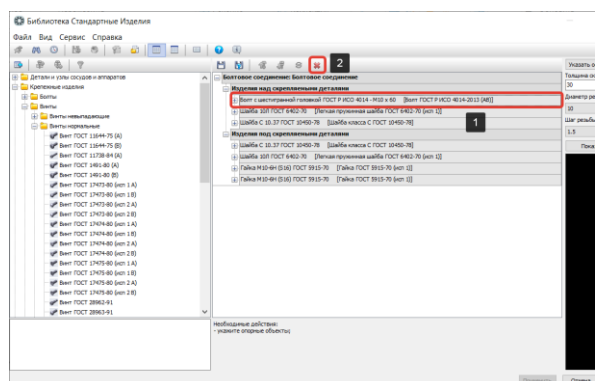

Рисунок 349 – Удаление компонентов
- Удалим все элементы из конфигурации крепежного соединения (1) с помощью кнопки удалить на панели инструментов (2) (Рисунок 349);